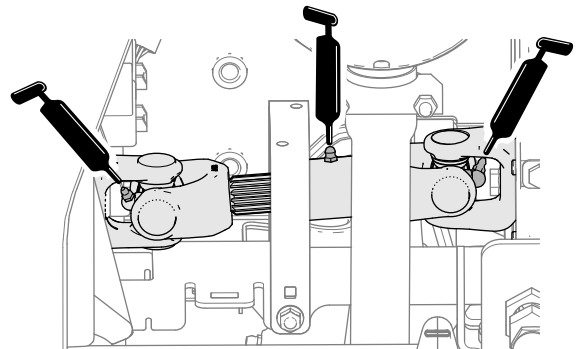

Bild 104
- U-Gelenk der Pumpenantriebswelle (3) (Bild 104)